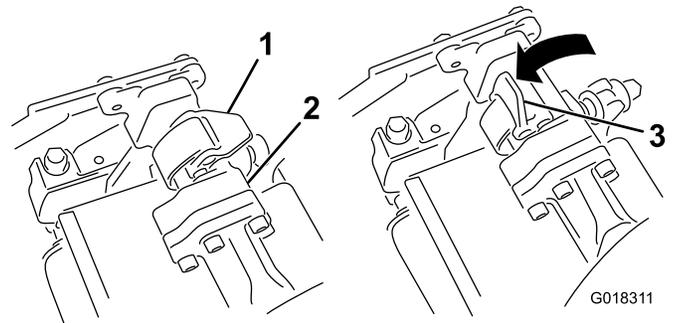
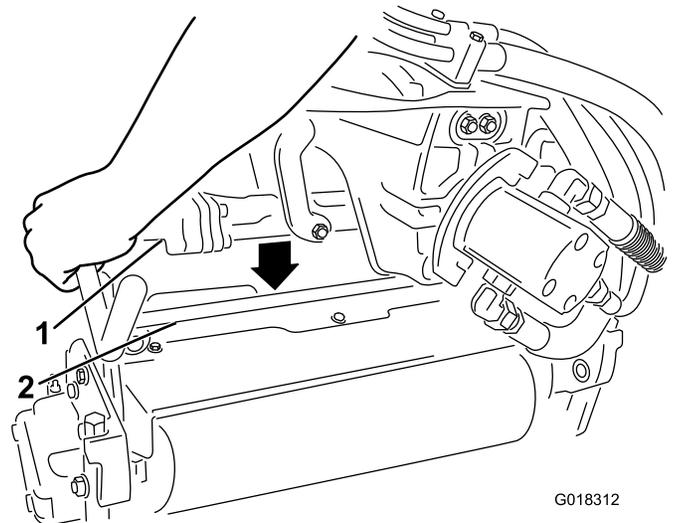

Figura 1
Figura 2
3. Con i fermi del braccio di sospensione rivolti verso l'alto (cioè Aperti) (Figura 1), premete il braccio di sospensione verso il basso in modo che la barra si inserisca nella barra della parte superiore dell'unità tri-roller (Figura 2).
4. Chiudete i fermi spostandoli verso il basso e attorno alla barra dell'unità tri-roller, quindi bloccateli in posizione (Figura 1).